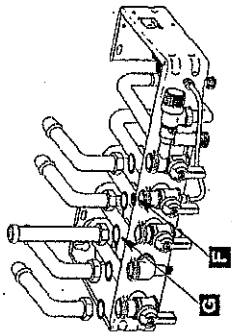

Fig. 11
- mettre en place les différents joints, G (caoutchouc) sur le gaz, plus le filtre eau F sur l'eau froide, et serrer les raccords des tubes de liaison en commençant par le tube gaz (fig. 11)